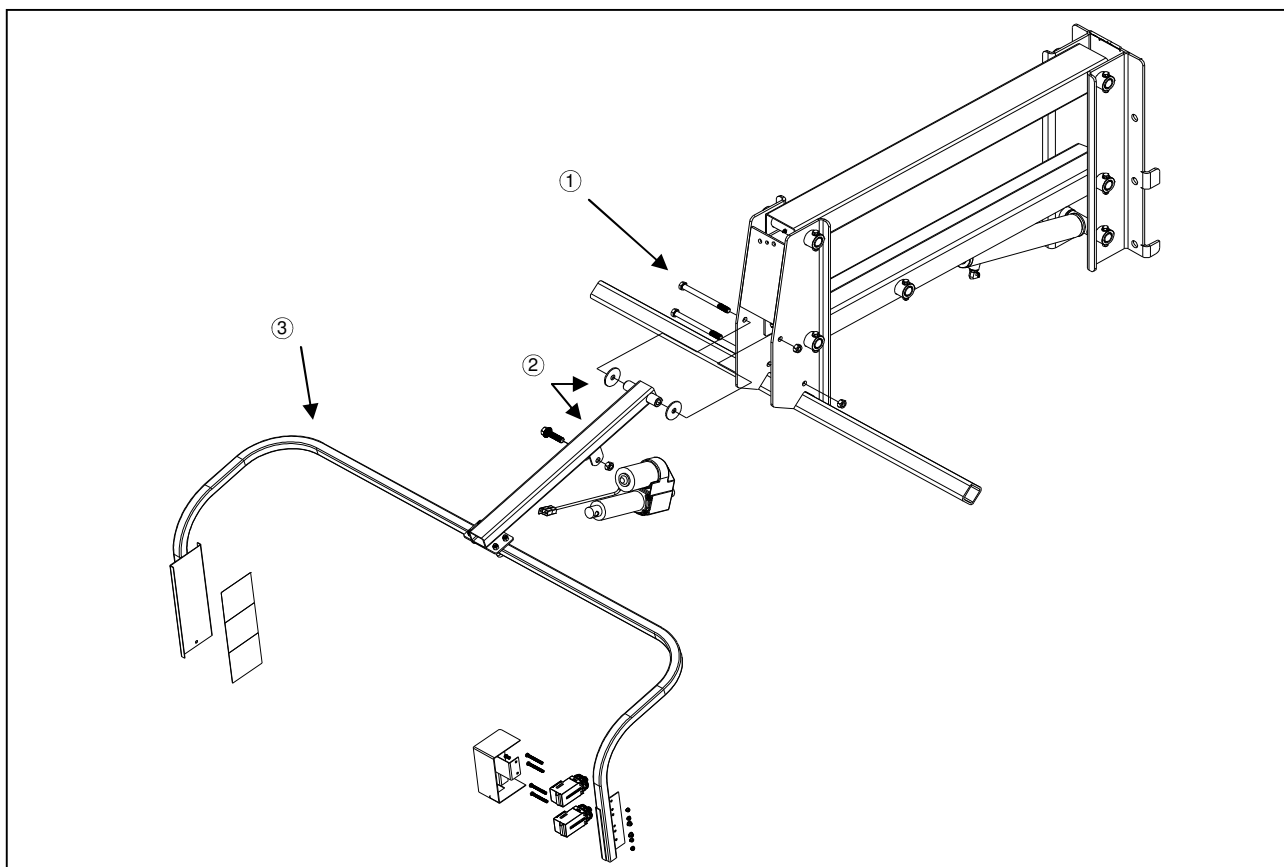

FIG 4.23
1. Instalar el Tasselrol®/LS soporte del sensor de apoyo soldado con dos arandelas de plástico (fig. 4.23, ítem 2) en el orificio delantero de la barra de herramientas (fig. 4.23, ítem 1).
2. Instalar el soporte del sensor Tasselrol®/LS (fig. 4.23, ítem 3) al soporte del sensor soldado (fig. 4.23, ítem 2).
Ajustar demasiado el perno del brazo de montaje del sensor de giro (fig. 4.23, ítem 1) puede provocar que el accionador se detenga